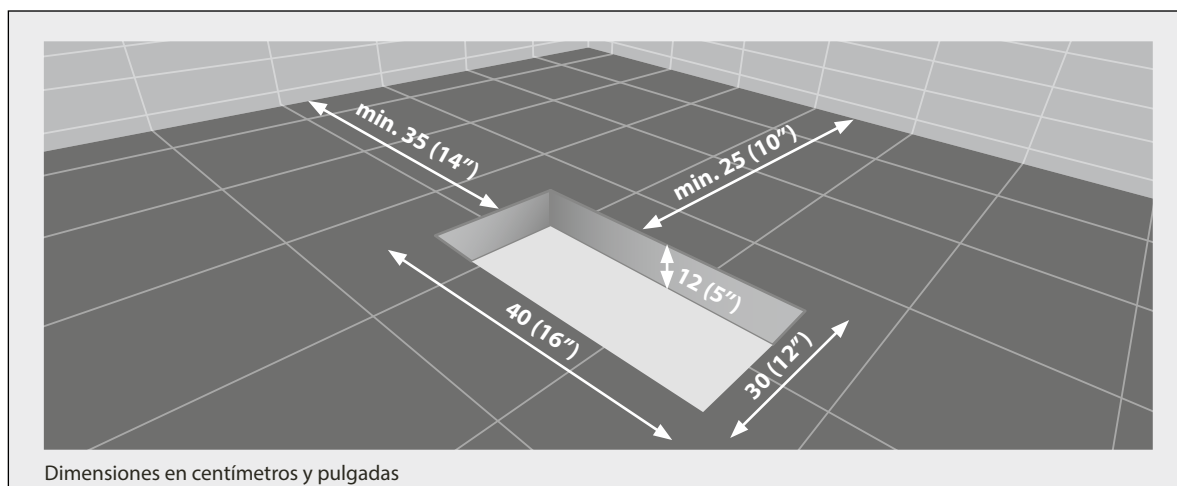

Fig. 2
- **Atención:** este modelo de bañera está provisto de un espacio de 95 mm debajo del agujero de desagüe. Según el tipo de desagüe que hay que montar, **predisponer si fuera necesario** un pozo colocado de modo adecuado tomando en cuenta el volumen de la bañera/dimensiones indicadas (véase la fig. 2).